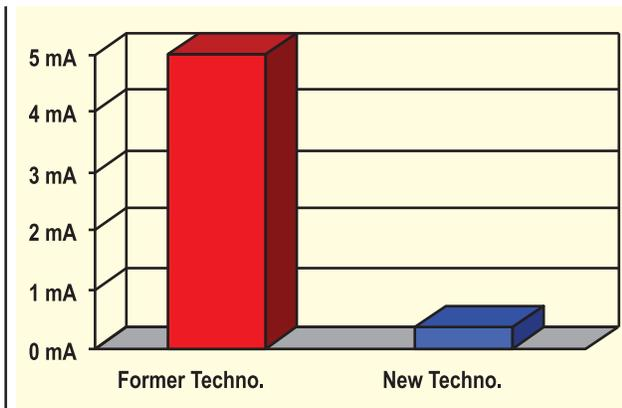

Рисунок 2 ????????
Чем более быстродействующий диод, тем больше у него обратный ток утечки. Этот постулат применим как для технологии легирования золотом (Former techno.), так и для технологии легирования платиной (New techno.) (см. рис. 2, на котором сравниваются сдвоенные диоды на 15 А). Однако при том же Q_{rr} , обратный ток утечки (IR) оказывается приблизительно в 100 раз ниже для технологии легирования платиной. Пример для сравнения, «R» семейство быстродействующих диодов с платиновым легированием при обратном напряжении 400 В и температуре 125 °С имеет обратный току утечки равный только 200 мкА, что намного меньше чем ток утечки (около 18 мА) при тех же остальных параметрах для диодов с легированием золотом.